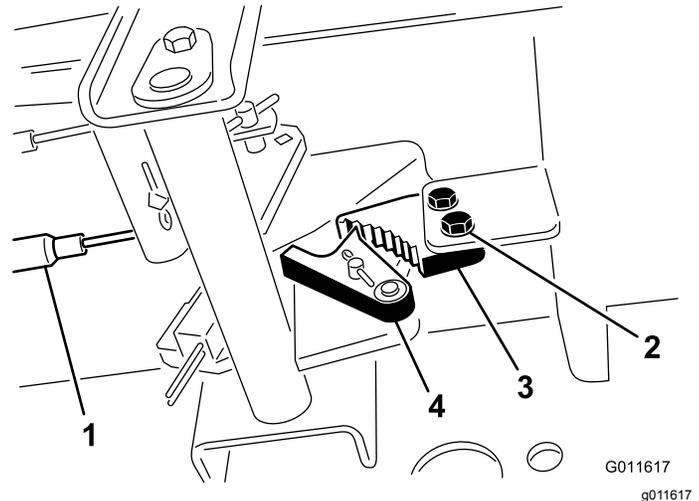

図 70
1. 駐車ブレーキのツメをフレームに固定しているねじ2本をゆるめる図 70。
2. ブレーキのツメが戻り止めに完全に掛かるまで駐車ブレーキペダルを前に踏み込む図 70。